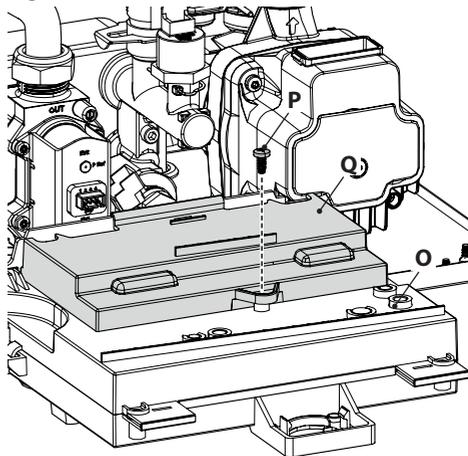

Figura 5.20
- en la Figura 5.20.
- Desenrosque el tornillo **P** y levante la tapa **Q** para acceder a las borneras de alimentación eléctrica, control remoto y sonda externa (Figura 5.20).